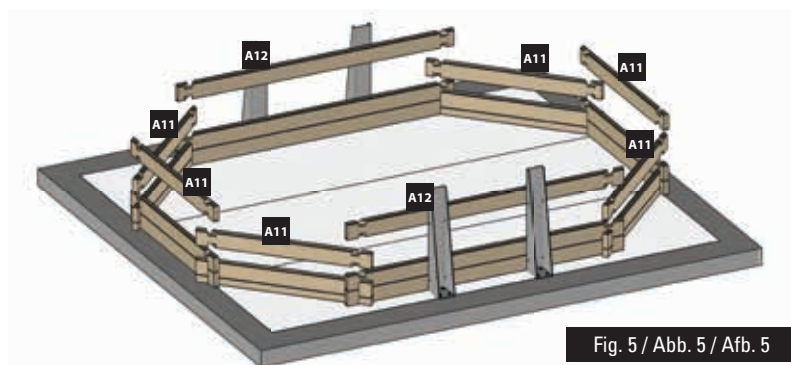

Fig. 5 / Abb. 5 / Afb. 5
3rd LAYER OF BOARDS: Install the third layer of boards as shown in figure 5. The position of the refilling fitting with the key and the skimmer should be defined at the start of the assembly (read the specific paragraphs).
3ÈME RANGÉE MADRIERS : Positionnez les madriers de la 3ème rangée conformément à la figure 5. Vous devez avoir déterminé l'emplacement de la buse de refoulement et du skimmer dès le début du montage (voir paragraphes spécifiques).
3. BRETTERREIHE: Platzieren Sie die Bretter der dritten Reihe laut Abb. 5. Zu Beginn der Montage müssen Sie die Lage des Druckventils und des Skimmers festlegen (lesen Sie hierzu die entsprechenden Abschnitte).
3ª RIJ PLANKEN: Plaats de planken van de derde rij zoals te zien is op afbeelding 5. U moet al bij aanvang van de montage bepalen op welke plaats het uitstroombondstuk en de skimmer moet komen (less de betreffende paragrafen).